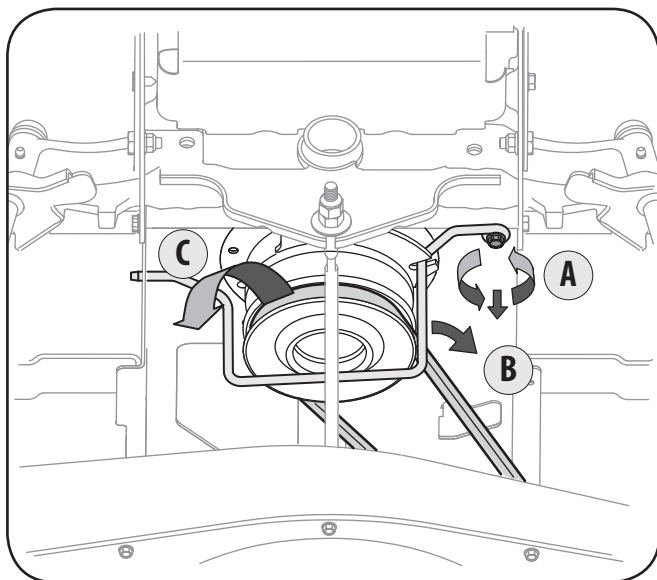

Figure 7-1
3. Dégagez la tige de retenue de la courroie (B), qui se trouve près de la poulie motrice, en retirant la vis auto-taraudeuse (A) qui la maintient en place. Voir la Figure 7-1.
4. Dégagez la courroie (C) de la prise de force de la poulie motrice du tracteur. Voir la Figure 7-1.